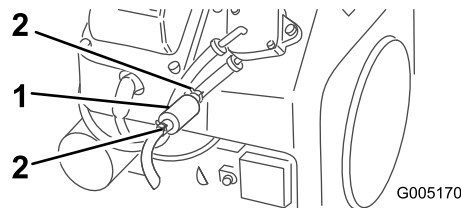

Figura 30
4. Apriete los extremos de las abrazaderas y deslícelas por el tubo alejándolas del filtro (Figura 30).
5. Coloque un recipiente debajo de los tubos de combustible para recoger cualquier fuga, luego retire el filtro de los tubos de combustible (Figura 30).